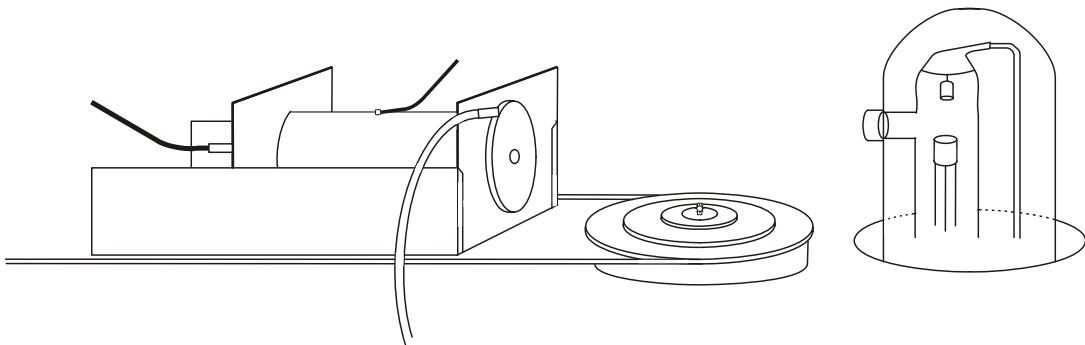

Fig. 2 Montaggio della camera di ionizzazione nel braccio di misurazione
- Inserire la camera di ionizzazione nel braccio di misurazione (vedere la Fig. 2).